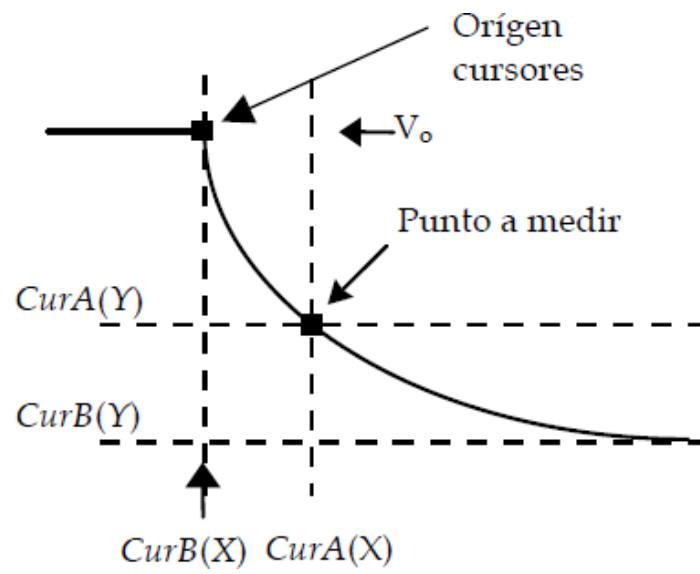

Figura 3.3. Medida de las coordenadas de un punto con los cursores del osciloscopio digital.
4. Mostrad en pantalla el tramo de descarga del condensador mediante las opciones de ajuste vertical y horizontal estudiadas. Extraed 7 puntos de voltaje-tiempo de la curva de descarga de forma manual, tal y como muestra la Figura 3.3 y representad $\ln V$ vs t . De acuerdo con la ecuación (6), determina la constante de tiempo $\tau = RC$ y su error a partir del ajuste lineal por mínimos cuadrados.